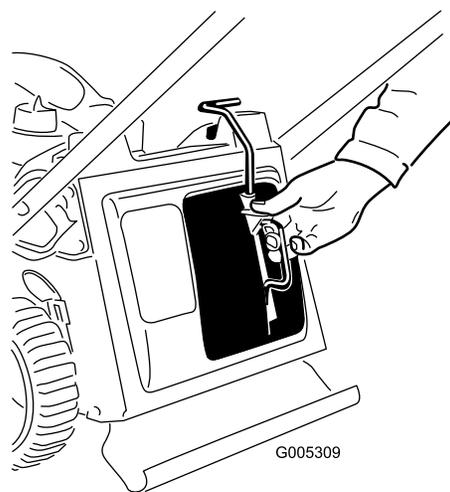

Figura 25
1. Togliete il coperchio di scarico (Figura 25).